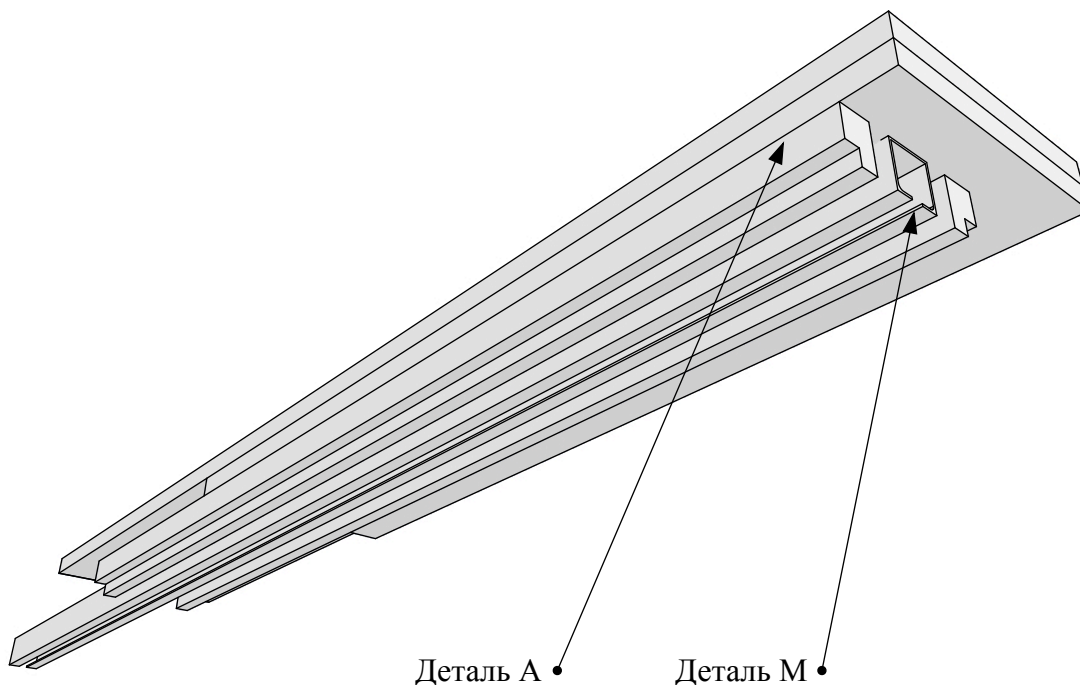

Рисунок 3
1. Взять верхний элемент (деталь А) с присоединённой верхней направляющей (деталь М). Проверить надёжность крепления, при необходимости затянуть крепёжные саморезы. Винты крепления верхней направляющей не затягивать (Рис.3).